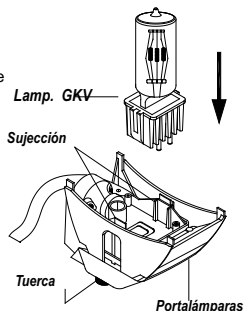

Figura 2
4. Alinee los lados planos con las sujeciones del portalámparas como se muestra en la figura 2.